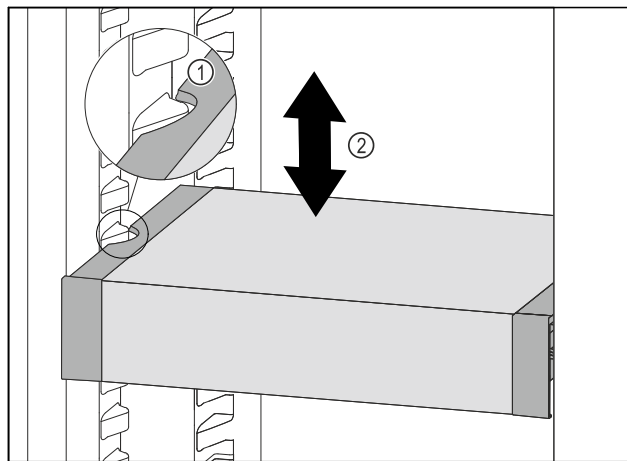

Fig. 146
- Tirare VarioSafe in avanti fino a quando le cavità laterali di VarioSafe non si trovano al livello della nervatura del contenitore nel vano frigorifero. Fig. 146 (1)
- Spostare VarioSafe verso l'alto o verso il basso nel vano frigorifero fino a raggiungere l'altezza desiderata. Fig. 146 (2)